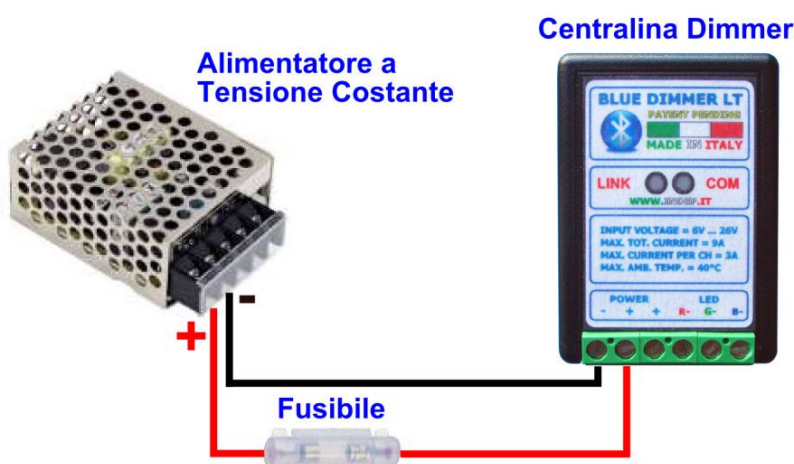

Figura 1. Schema di alimentazione.
4. Può essere utile inserire un fusibile di protezione in serie al cavo di alimentazione, come mostrato in figura 1, oppure utilizzare un alimentatore con uscita protetta.